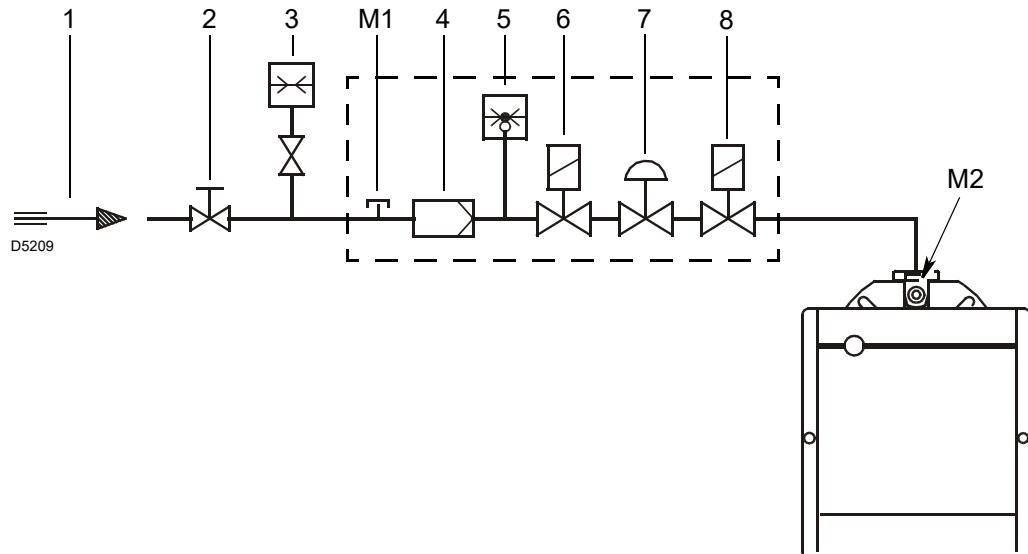

Fig. 14
Leyenda (Fig. 14)
Para conocer la presión del gas necesario en la toma M2)(Fig. 14), fijada la potencia máxima de modulación a la cual se desea que funcione el quemador:
- Leer a la derecha, columna 1, la presión en la toma M2)(Fig. 14).
presión necesaria en la toma M2)(Fig. 14).
Presión del gas medida en la toma M2)(Fig. 14), con:
- restar de la presión del gas en la toma M2)(Fig. 14) la presión en la cámara de combustión.
$$\begin{array}{lcl} \text{Presión del gas en la toma M2)(Fig. 14)} & = & 12,2 \text{ mbar} \\ \text{Presión en cámara de combustión} & = & 2,2 \text{ mbar} \\ 12,2 - 2,2 & = & 10 \text{ mbar} \end{array}$$